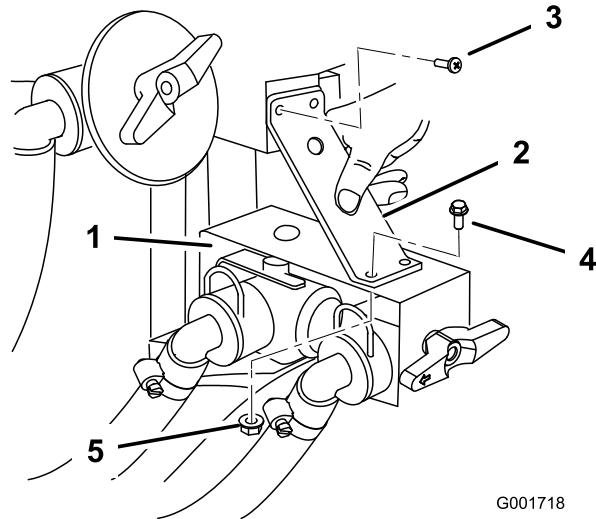

Figura 10
- 7. Instale el tirante del soporte sobre el soporte de la válvula de control. Utilice los dos tornillos existentes que sujetan el acoplamiento en T superior para sujetar la parte superior del tirante del soporte (Figura 10). Sujete la parte inferior del tirante del soporte usando 2 pernos con arandela prensada (1/4 x 3/4 pulgada) y tuercas con arandela prensada (1/4 pulgada).